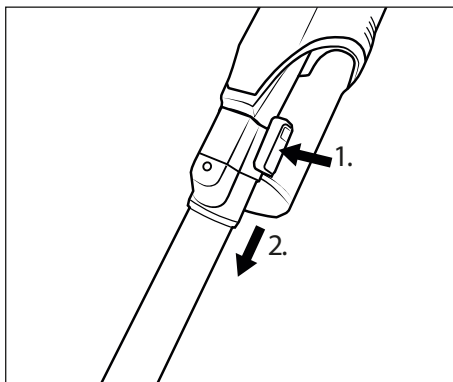

Fig. 11
- ♦ Para remover o tubo de aspiração 24 do aparelho, mantenha o botão de desbloqueio do tubo de aspiração 25 pressionado e puxe o tubo de aspiração 24 da abertura de sucção do aparelho (ver fig. 11).